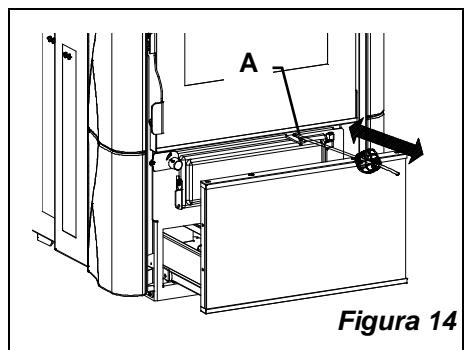

Figura 14
Durante il normale funzionamento della stufa in modalità PELLET, è necessario scuotere le braci per evitare la stratificazione della cenere. Per fare questo è sufficiente utilizzare il pettine scuoti griglia (P) la cui leva è accessibile apendo il cassetto inferiore: **agganciare l'attizzatoio in dotazione alla leva onde evitare scottature** ed eseguire energicamente il movimento avanti-indietro più volte (Figura 14 pos.A). Ripetere l'operazione 2-3 volte al giorno.